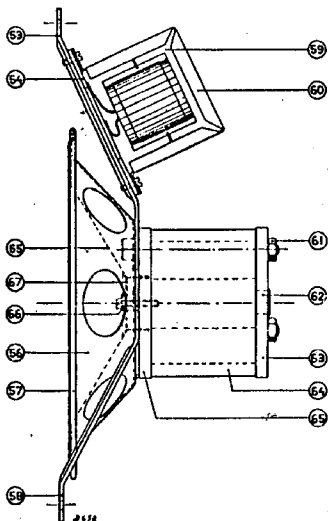

Fig. 9
Een ringvormige magneet (fig. 9 pos. 64) is door middel van 3 bouten (61) tusschen twee weekijzeren platen (63 en 65) geklemd. In de achterste plaat is een weekijzeren kern (62) geklonken, terwijl in de voorste plaat een opening is uitgedraaid, zoodat een luchtspleet van 1 mm verkregen wordt. De centreering van den conus geschiedt door middel van centreerplaatjes van veerkrachtig materiaal (67) waarin een afstandsbusje (66) is gefelst. Een 3 mm schroefboutje klemt deze en daarmee de centreerplaatjes op het kernblokje vast. De flanelen conusrand is met behulp van een felsring aan den conusdrager bevestigd.